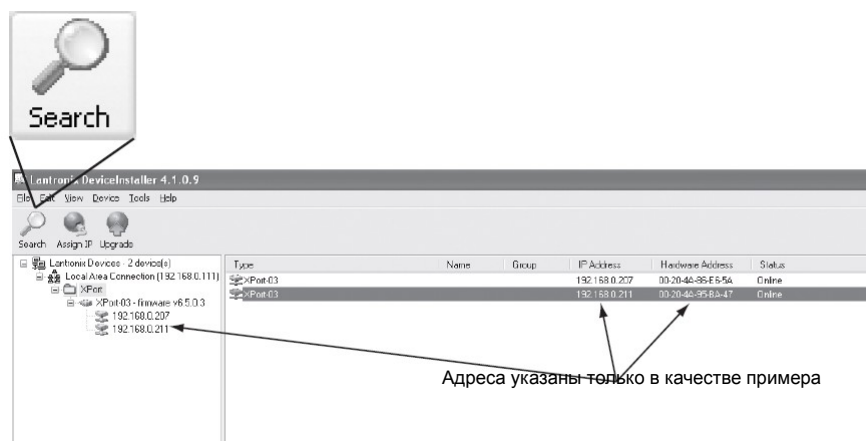

Рисунок 7-2: Экран программы Lantronix® DeviceInstaller с найденными устройствами Xport и кнопкой Search
4. Программа автоматически находит устройство Xport. Если этого не произошло, нажмите кнопку **Search (Поиск)**, см. рисунок 7-2, чтобы найти и показать на экране все найденные устройства Xport.